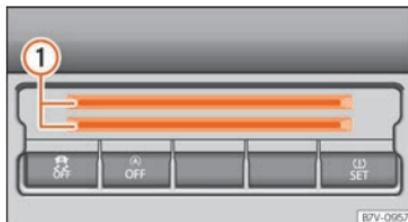

Fig. 184 Partie inférieure de la console centrale : rangement pour cartes.
Dans la partie inférieure de la console centrale se trouve un rangement » **fig. 184** ① pour de la monnaie, des cartes, des tickets de parking ou autres.